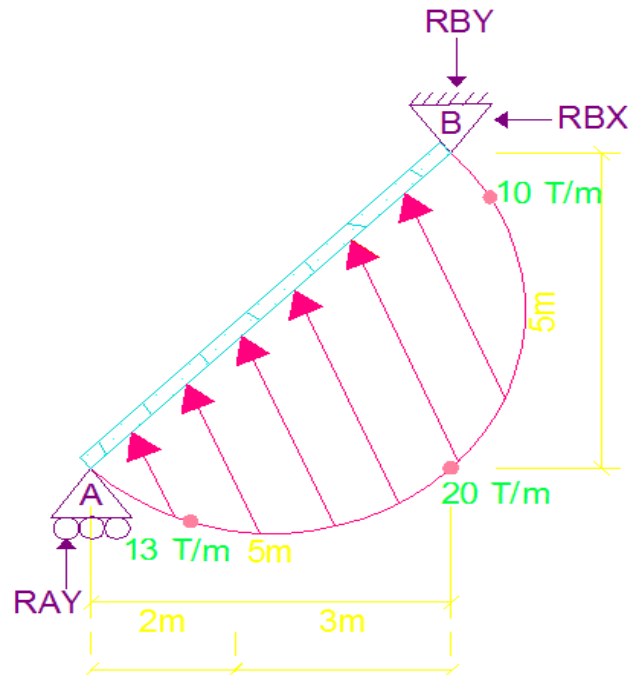

Figura No. 2
2.-De la siguiente estructura figura No. 2, calcular las reacciones de los apoyos, obtener la ecuación de la fuerza cortante, momento y fuerza axial y trazar los diagramas correspondientes.